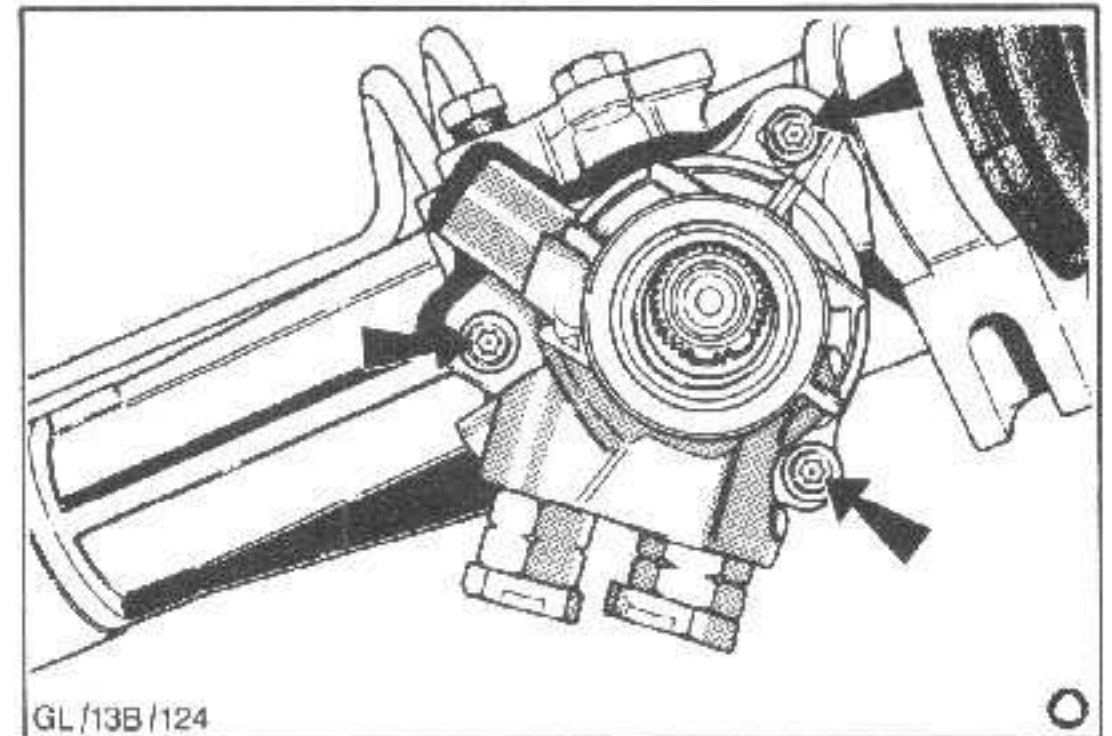

Abb.29 TORX-Befestigungsschrauben
8. Schutzdichtung von der Ritzelwelle und drei TORX-Schrauben entfernen, die das Steuerventilgehäuse am Spindelgehäuse halten, Abb.29.